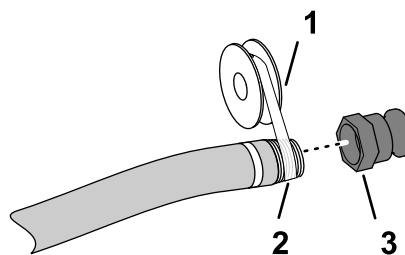

Figura 4
5. Applicare del frenafili in PTFE (Figura 4) sulla filettatura del raccordo del flessibile di riempimento (NPT da 1 pollice).
6. Avvitare il disaccoppiamento rapido sul tubo di riempimento e serrarlo a mano (Figura 4).